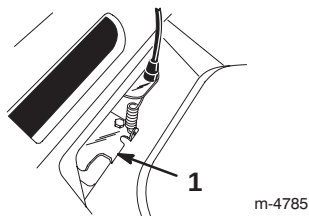

Bild 21
5. Ziehen Sie die Riemenführungs Nase so weit nach unten, dass sie den Rasenmäher berührt. Halten Sie sie dann dort fest (Bild 21).